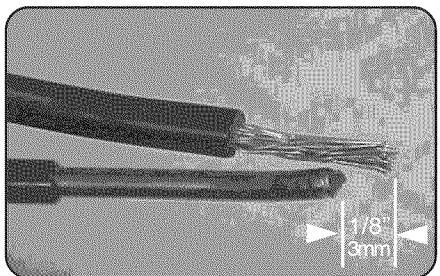

Figure 28/Illus. 28
- Extend the dishwasher's stranded wires $1/8"$ (3mm) beyond the power supply cable's solid wires, as shown in Figure 28.
- Étirer les fils du lave-vaisselle de 1/8 po (3mm) loin des fils solides du câble d'alimentation, comme à la figure 28.
- Extienda los cables de conductores trenzados en la lavadora que miden 1/8" (3 mm) fuera del cable de alimentación eléctrica con conductores sólidos (o enterizos), como muestra la Ilustración 28.